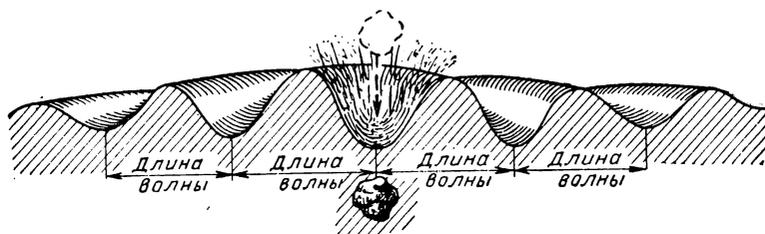

Рис. 140. Образование волн на поверхности воды
**Волны на поверхности** Образование и распространение радиоволн в некоторой степени аналогично образованию и распространению волн на поверхности воды (рис. 140).